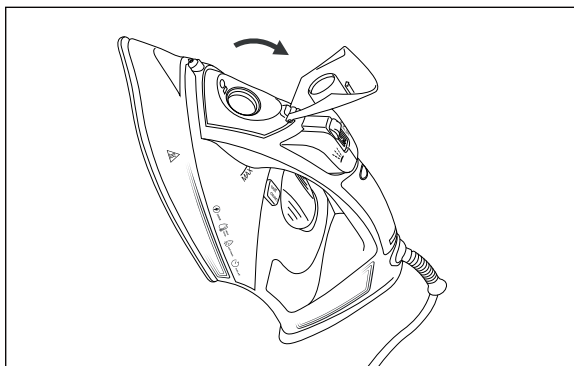

Fig. 3
- 2) Agarre con la mano la plancha de vapor, manténgala inclinada y abra la tapa del orificio de llenado **Easy-Fill** ② (consulte la fig. 3).